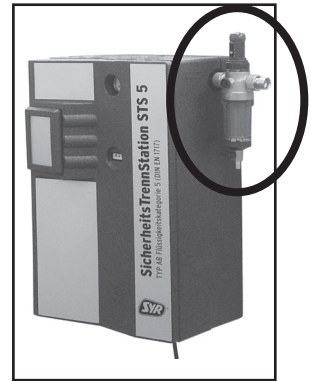

Bild 4
- Montieren Sie den beiliegenden Trinkwasserfilter in den Zulauf der Sicherheitstrennstation, siehe Bild 4.